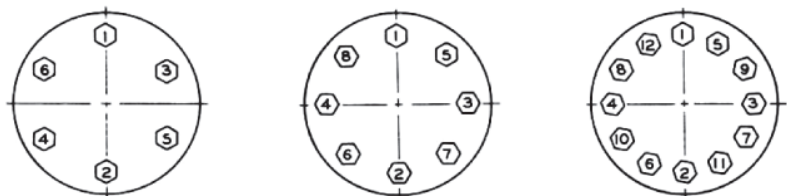

Figura 10
Consulte a Figura 10 para obter especificações de sequência de aperto e torque de parafusos. Além disso, o obturador deve ser movimentado manualmente enquanto as porcas prisioneiras do corpo (11) são apertadas igualmente tanto ao redor do castelo quanto da flange inferior para assegurar o alinhamento adequado e evitar vinculações entre os guias do obturador e as buchas.
- F. Insira a gaxeta (17) e o espaçador da gaxeta (18).
- G. Instale o seguidor da gaxeta (19) e flange da gaxeta (3).
- H. Instale as porcas prisioneiras da flange da gaxeta (2).